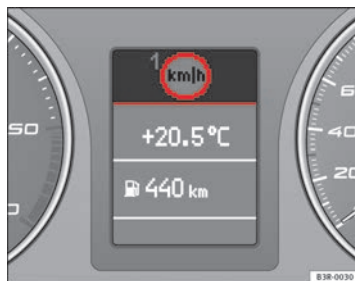

Abb. 56 Display:
Die Geschwindigkeitswarnanlage warnt den Fahrer, wenn er eine zuvor abgespeicherte Höchstgeschwindigkeit überschreitet. Sobald die Geschwindigkeit den abgespeicherten Wert um etwa 10 km/h überschreitet, ertönt ein Warnton. Gleichzeitig erscheint im Display ein Warnsymbol ⇒ Abb. 56.
Das Geschwindigkeitswarnsymbol im Display  der Warnschwelle 1 ⇒ Seite 86, Abb. 56 erscheint beim Überschreiten der gespeicherten Höchstgeschwindigkeit. Es erlischt wieder, wenn die Geschwindigkeit unter die gespeicherte Höchstgeschwindigkeit verringert wird.
- Die CHECK-Taste so lange drücken, bis das Symbol ⇒ Seite 86, Abb. 56 erscheint.